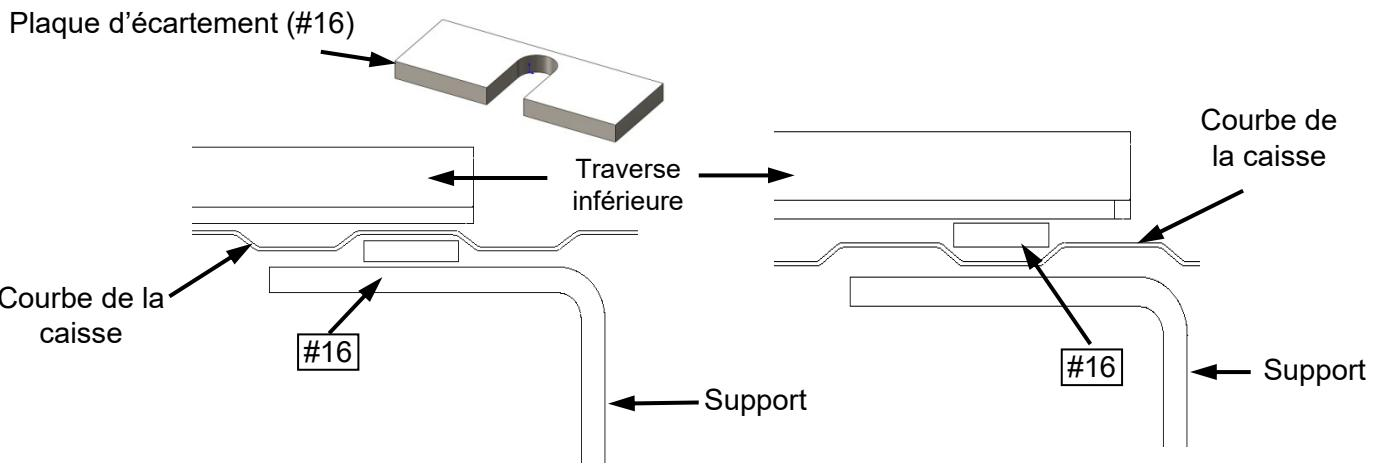

Figure 5A
11. Si la courbe de la caisse au-dessus du support de cadre est dirigée vers le HAUT, laissant un espace au-dessus du support de cadre, placez une plaque d'écartement (#16) à cet endroit, comme indiqué sur la figure 5A. Si la courbe est dirigée vers le BAS, à cet endroit, placez une plaque d'écartement (#16) dans la caisse, sous la traverse inférieure, comme indiqué sur la figure 5B.